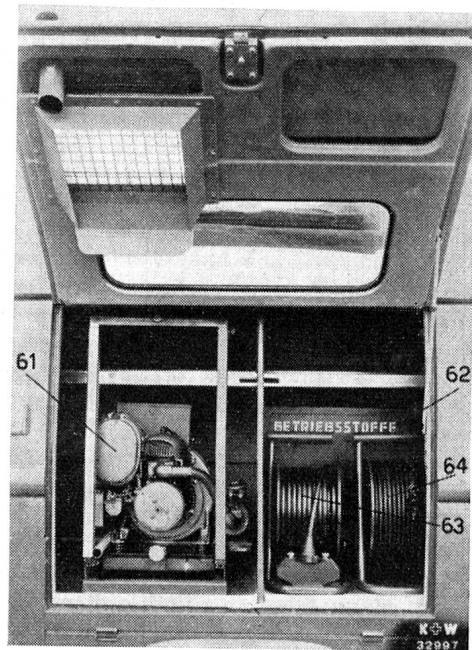

Fig. 12 Compartiment du groupe électrogène
3.2.5. Le compartiment du groupe électrogène. Dans le compartiment du groupe électrogène (cf. fig. 12) se trouvent: